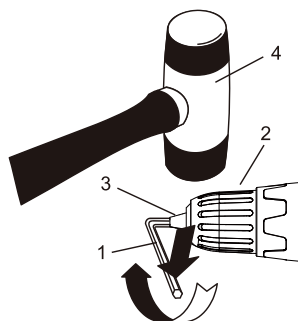

Fig. 16
2. Insérez une clé hexagonale (1) de $\frac{5}{16}$ / 8 mm) ou plus dans le mandrin (2), puis serrez fermement les mâchoires du mandrin (figure 16). Assurez-vous que la totalité des mâchoires (3) du mandrin épouse les surfaces plates de la clé hexagonale.
3. À l'aide d'un maillet (4), tapez fortement la clé hexagonale dans le SENS HORAIRE. Cette action va desserrer la vis dans le mandrin pour un retrait facile.